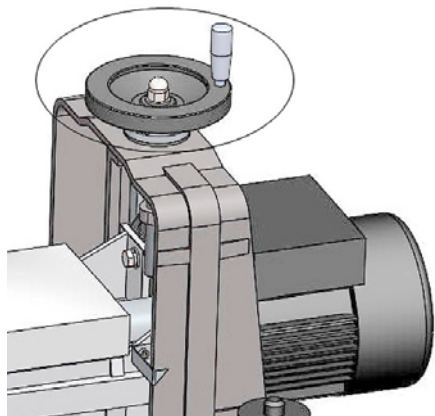

Fig. 15 : Montage du volant
14. Montez le volant pour le réglage de la hauteur sur la partie supérieure de la machine avec une vis, une rondelle et un écrou borgne. (Figure 15)